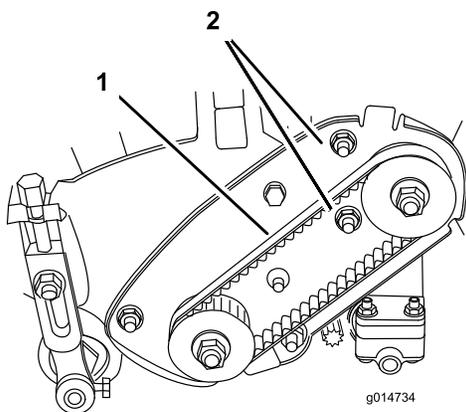

图38
A. 松开轴承座安装螺母 (图38)。
C. 固定扭矩扳手设置, 拧紧轴承座安装螺母 (图38)。输送带不可过紧。